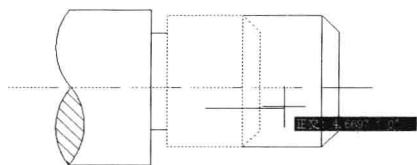
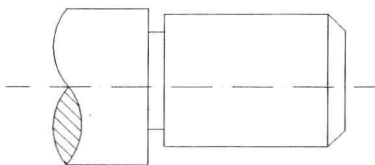

图 4-5-8
图 4-5-9
(4) 命令行提示“指定第二个点或 <使用第一个点作为位移>”，向右移动光标，如图 4-5-8 所示，单击，即可确定拉伸距离和方向，所选对象被拉长，如图 4-5-9 所示。